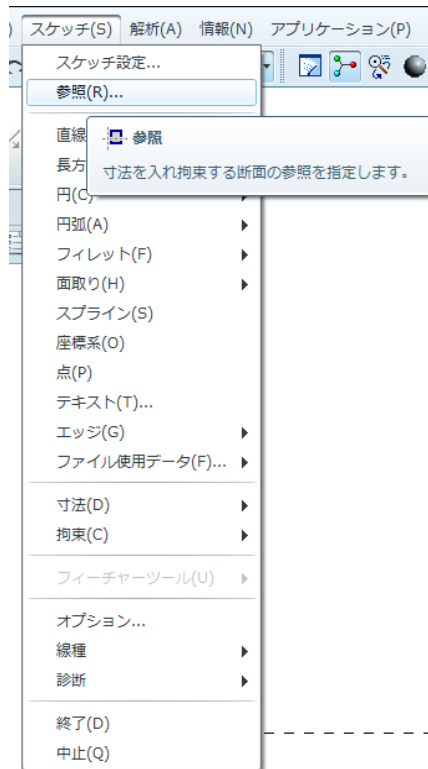

図 13-9 スケッチ→参照
- さらに図 13-9 に示すように、画面上部のダッシュボード内の「スケッチ」を選択し、上から 2 番目の「参照」をクリックする。次に下図の矢印で示すように、円の外周を選択する。